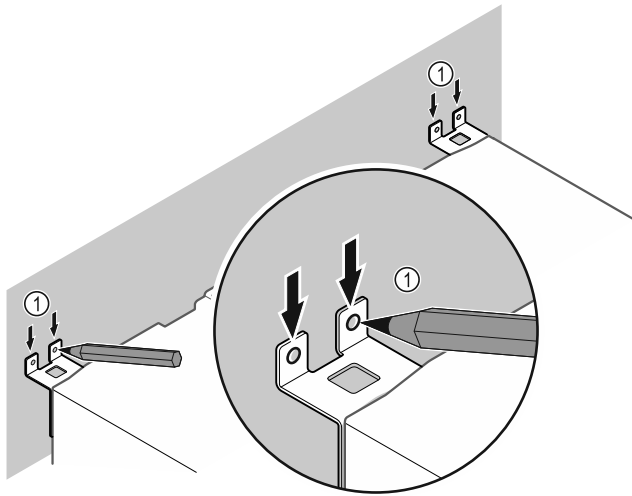

Fig. 11
- ▶ Κάντε σημάδια στον τοίχο *Fig. 11 (1)*.